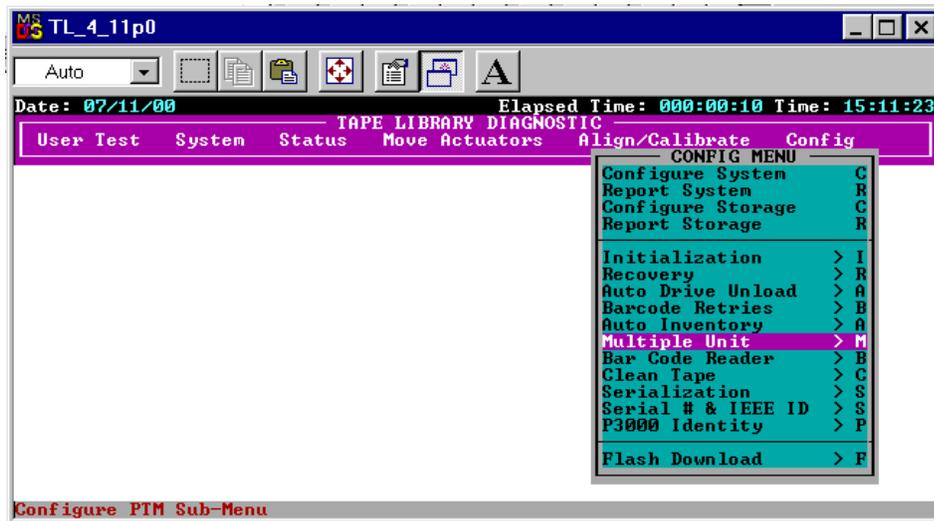

Figura 3-12. Menu Multi-Unit Configuration (Configurazione di più unità)
2. Dal Menu Config selezionare Multiple Unit (vedere la Figura 3-12).